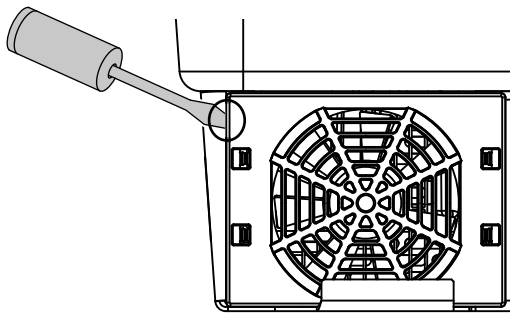

Fig. 52: Løsn ventilatorgitteret
2. Afmonter ventilatoren. Isæt en skruetrækker ved ventilatorgitterets kant, og tryk en smule på ventilatorgitteret.  **Fig. 52**